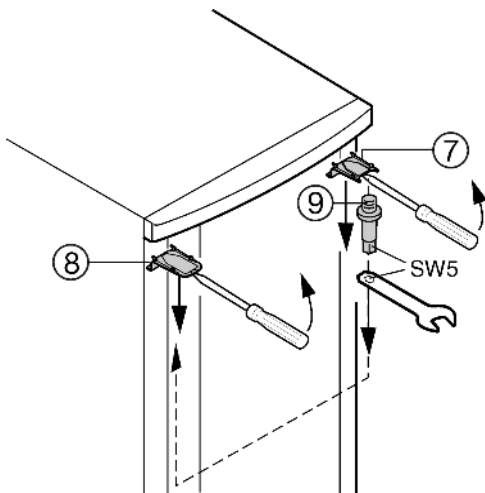

Fig. 5
- ▶ En haut, déclipeter le cache *Fig. 5 (7)* et le cache *Fig. 5 (8)* avec un tournevis et les enlever inclinés vers le bas.
- ▶ Retirer la charnière *Fig. 5 (9)* en la dévissant à la main, puis la revisser sur le côté opposé. Pour ce faire, utiliser la clé à six pans de la clé à fourche jointe.
- ▶ Remonter le cache *Fig. 5 (7)* sur le côté où se situe la charnière : l'insérer par l'arrière et l'encliqueter sur l'avant.
- ▶ Monter le cache *Fig. 5 (8)* sur le côté opposé : l'insérer par l'arrière et l'encliqueter sur l'avant.
- ▶ Enclencher la porte sur le pivot d'appui *Fig. 5 (9)* et fermer la porte.